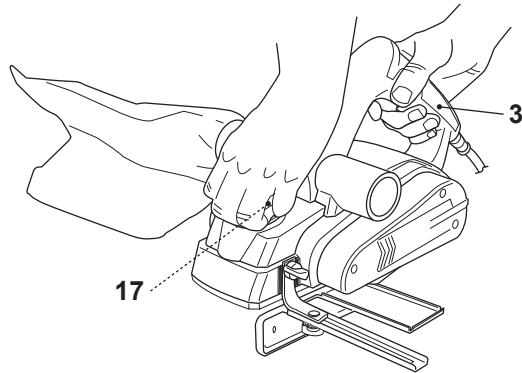

Fig. 7
- > Sujete el producto con una mano en la empuñadura (3) y con la otra en el botón (17) (Fig. 7). Evite girar el botón (17) mientras sujeta el producto ya que en caso contrario alterará la profundidad de cepillado ajustada.